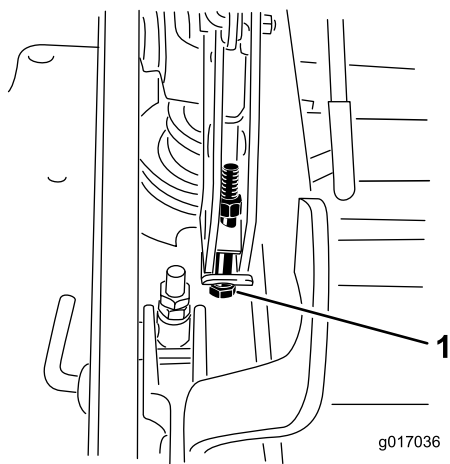

Figura 88
- Si la carcasa está demasiado baja, apriete el perno del ajuste de un solo punto girándolo en sentido horario. Si la carcasa está demasiado alta, afloje el perno del ajuste de un solo punto girándolo en sentido antihorario (Figura 88).